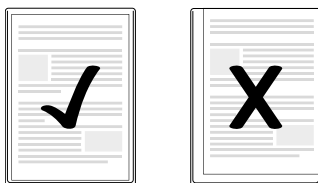

Fig. 1
- Tenga en cuenta, que todos los bordes del documento deben tener una distancia hasta el borde de la lámina de plástico de al menos dos milímetros, tal como se representa en la fig. 1.